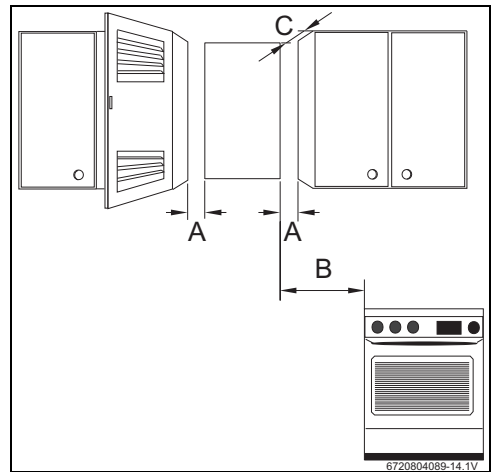

Bild 18 Mindestabstände
- ▶ Die in Bild 18 angegebenen Mindestabstände einhalten.
- ▶ Freien Zugang für Wartungsarbeiten sicherstellen und hierfür die in Abbildung 18 angegebenen Mindestabstände einhalten.